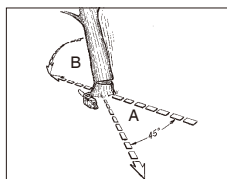

Fig. 11A
**⚠ ADVARSEL:** En tilflugtssti (A) bør planlægges og gøres klar, før nedskæringerne går i gang. Tilflugtsstien skal gå bagud og diagonalt bagved den forventet retning af hvor træet skal falde, som vist i fig. 11A.
**BEMÆRK:** Faldretningen (B) er kontrolleret af det udhuggede snit. Før du begynder at save, skal du overveje placeringen af de større grene, og træets naturlige hældning, for at bestemme hvordan træet vil falde.
**⚠ ADVARSEL:** Som fældesnittet kommer tættere på falsen, skulle træet gerne begynde at falde. Når træet begynder at falde, skal du fjerne saven fra snittet, stands motoren, læg saven ned, og forlad området via tilflugtsstien (Fig. 11A).